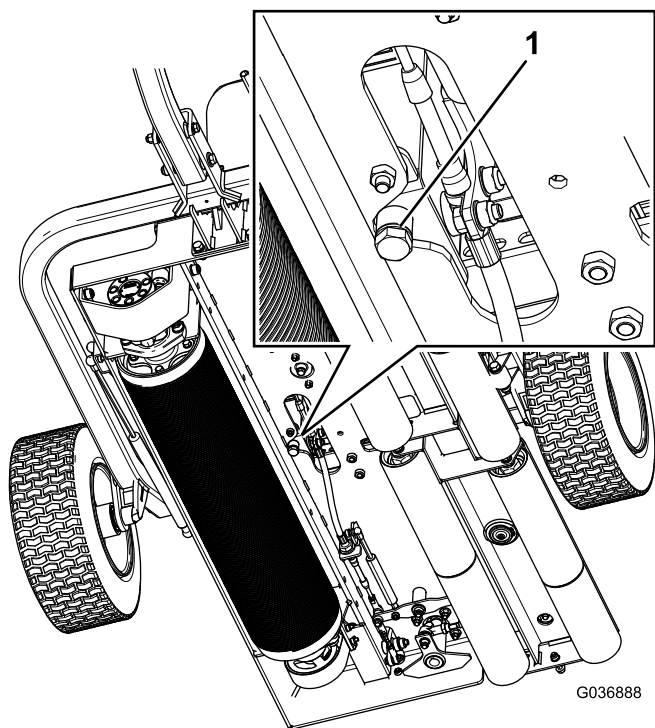

Рисунок 35
1. Поместите сливной поддон под сливную пробку бака гидравлической жидкости (Рисунок 35).
2. Снимите сливную пробку в днище бака (Рисунок 35).